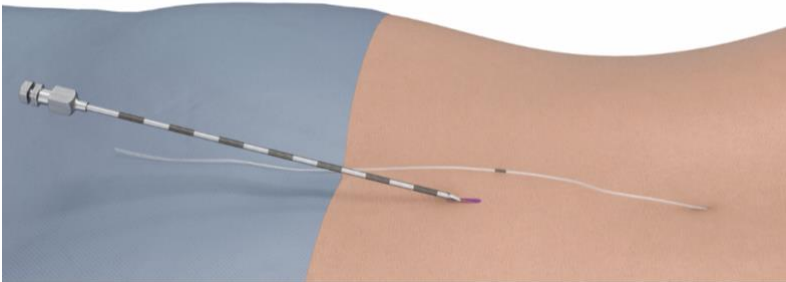

Abbildung 9
1. Schieben Sie die Kanüle von der subkutanen Tasche des Empfängers bis zur Elektrodenträger-Eintrittsstelle vor und entfernen Sie den Mandrin (siehe Abbildung 9).